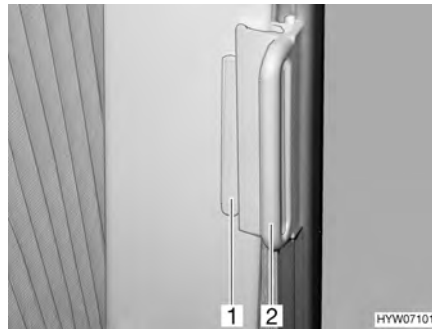

Fig. 75 Dispositif occultant plissé, fenêtres de la cabine de conduite
- Saisir les dispositifs occultants plissés par la poignée (Fig. 75,2) et tirer avec précaution jusqu'à ce que le blocage magnétique les maintienne fermés.
- Pousser la poignée (Fig. 75,2) sur la pièce de fixation (Fig. 75,1). Le dispositif occultant plissé est bloqué.